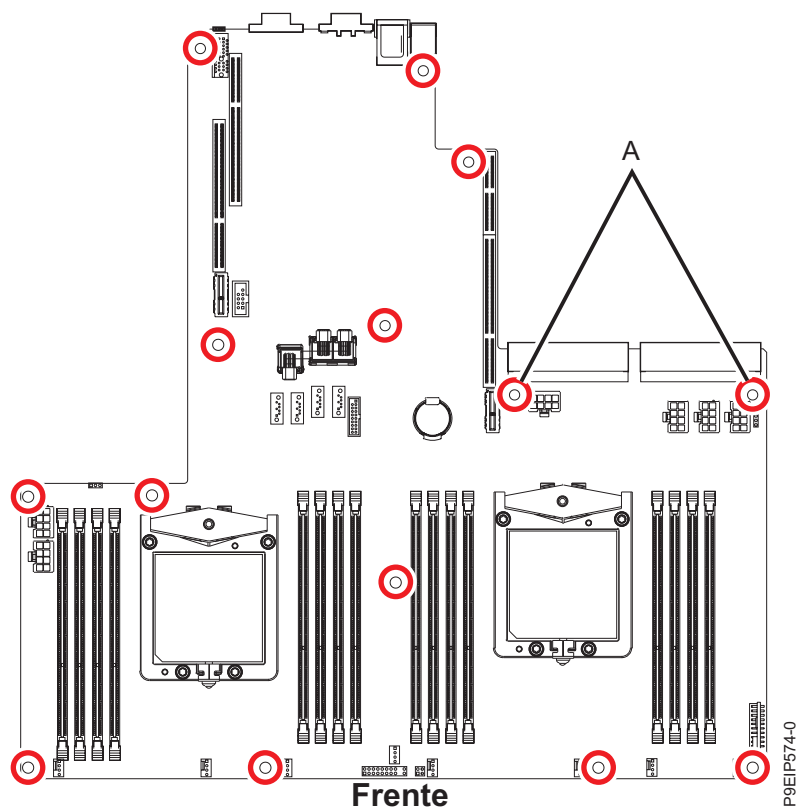

Figura 49. Locais dos parafusos. Os dois parafusos em **(A)** são um pouco mais longos.
17. Alinhe e aperte os 14 parafusos no painel traseiro do sistema. Os locais dos parafusos são mostrados na Figura 49 na página 50.